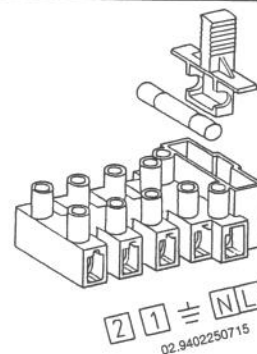

Figure 2
- Accéder à la boîte de connexion d'alimentation (figure 2) comme décrit au chapitre précédent;
- retirer le cavalier présent sur les bornes (1) et (2);